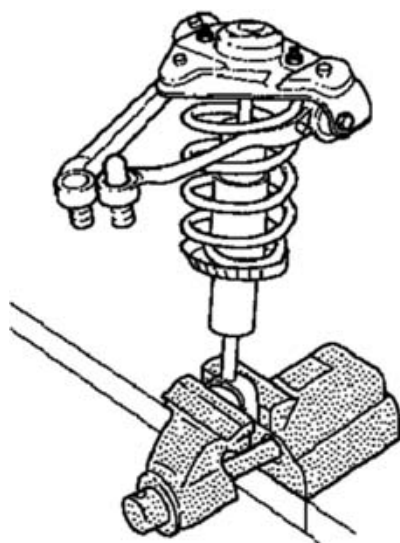

Рис. 2. Демонтаж амортизатора.
1. Отверните гайки стремянок 16 (см. рис. 2) рессор, снимите стремянки, подкладку 14 и накладку 4 рессоры.